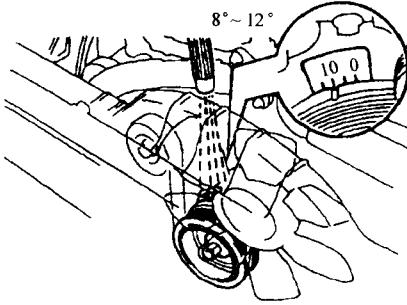

图11 检查点火正时——1UZ-FE发动机
- 8) 检查点火正时，当发动机位于空档怠速时，点火正时的范围应为上止点前8°~12°(图11)。